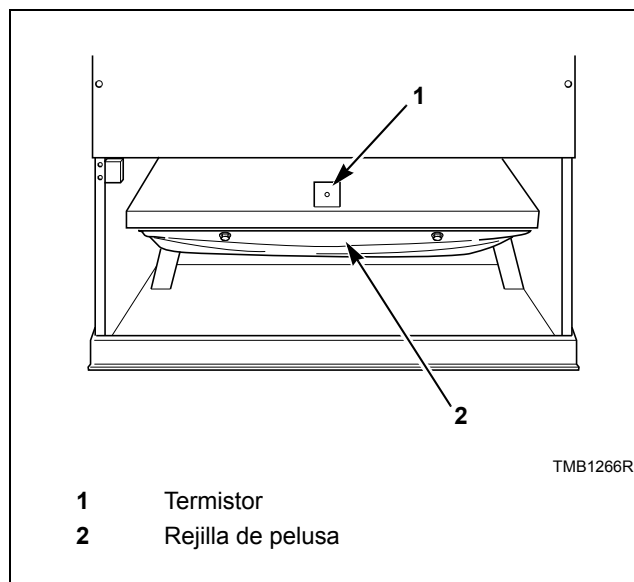

Figura 41
- e. Limpie las pelusas del termistor. Consulte la *Figura 41*.